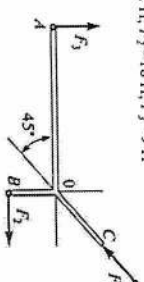

Рис. 3.2 – Система произвольно расположенных сил
23) Определить сумму моментов относительно точки O, рис. 3.2.